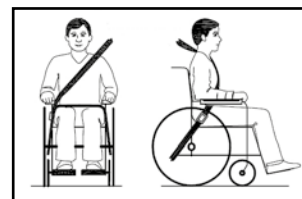

Figure 3
- La ceinture supérieure doit soutenir complètement l'utilisateur, comme illustré à la figure 3.